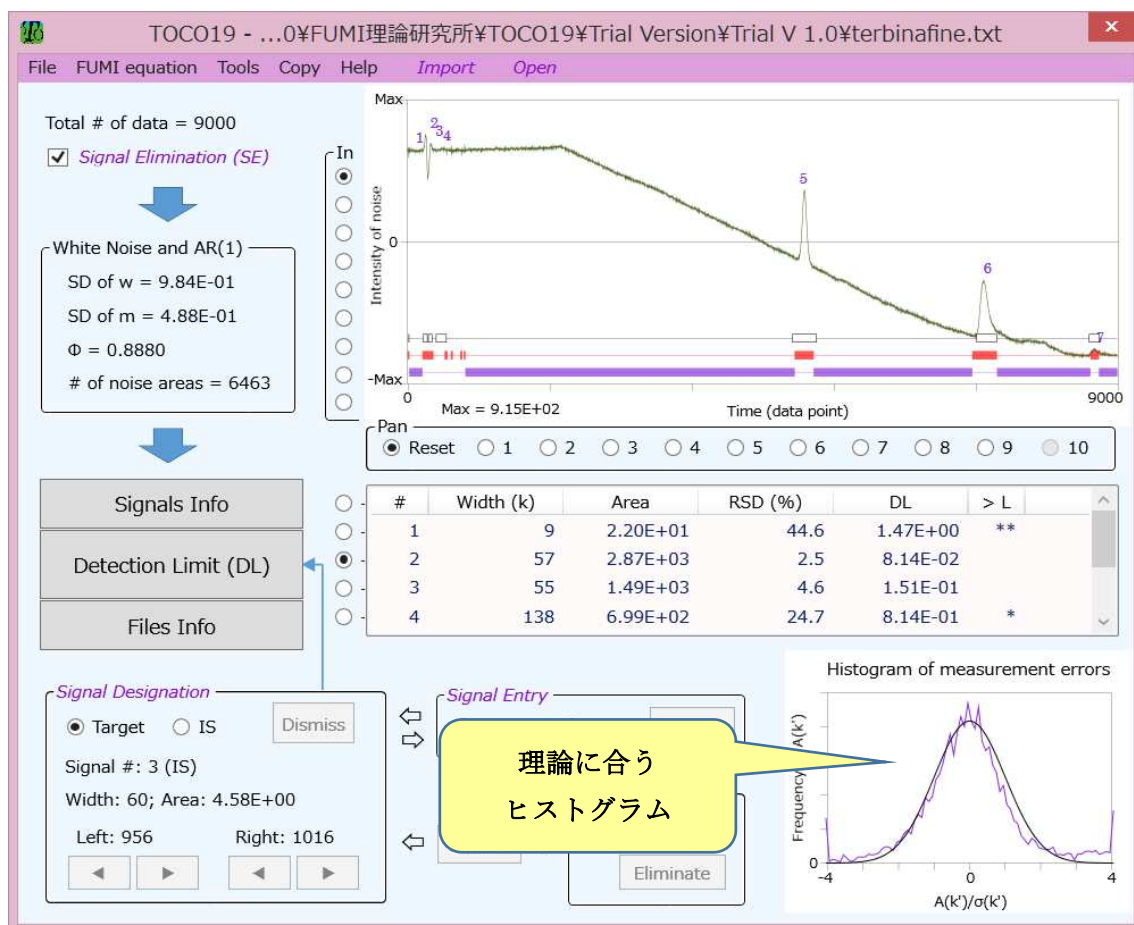

図14 グラジエント分析の例
グラジエント分析ではクロマトグラムのバックグラウンド（ベースライン）が水平でないことが多くありますが、TOCO19はこのような場合でも精度解析が可能です。図14にあるように、ヒストグラムの観測結果（ギザギザの線）と理論線（正規分布曲線）が一致すれば、TOCO19の精度解析は信頼できます（2.25を参照）。
2. メイン画面左中央のボタン「Files Info」を押す（図 14 を参照）；